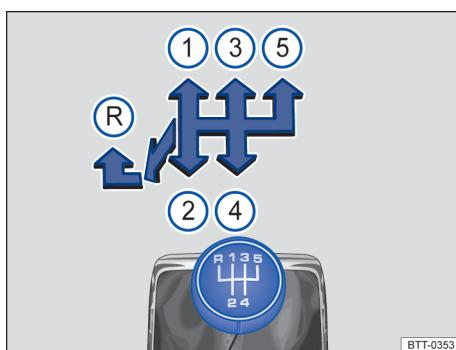

Fig. 94 Esquema de troca de marchas da transmissão manual de 5 marchas.
As posições de cada uma das marchas estão representadas na alavanca de troca de marcha → Fig. 94.
- Empurrar a alavanca de troca de marcha totalmente para a esquerda e depois para frente até a posição da marcha a ré → Fig. 94 (R).